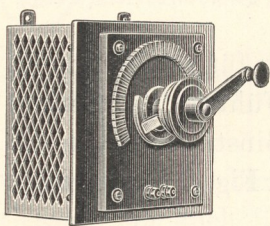

Fig. 420. Erregerstrom-Regler.
a) **Regler.** Regler sind Widerstände, die durch Vorschaltung vor die Magnetwicklung von Maschinen eine Veränderung des magnetischen Feldes und damit der Maschinenspannung (falls Dynamo) bzw. der Drehzahl (falls Motor) gestatten. Gewöhnlich schleift ein drehbarer Kontakt hebel über einer Bahn aus mehreren Kontakten, die mit den einzelnen Widerstandsstufen leitend verbunden sind (vgl. Fig. 328). „Nebenschlußregler“ benötigen einen *Kurzschlußkontakt*, der im Falle eines plötzlichen Abschaltens der Erregung dem in der Erregerwicklung auftretenden Induktionsstrom einen unschädlichen Verlauf ermöglicht. Derartige Regler finden auch bei Wechselstromgeneratoren Verwendung zur Regulierung des von der Erregermaschine erzeugten Erregerstromes (Fig. 420). Häufig werden die Nebenschlußregler automatisch bedient, wobei ein kleiner Hilfsmotor den Kontakt hebel mittels Schneckenradübersetzung betätigt. Die Steuerung dieses Motors erfolgt durch sogenannte *Relais*, das sind kleine, von der geringsten Spannungsschwankung beeinflusste Magnete.